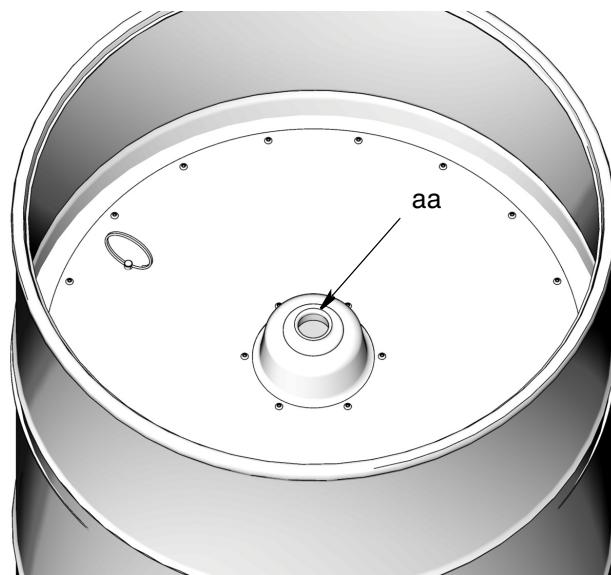

Рис. 26
6. Поместите упорную пластину (15) на поверхность свежей консистентной смазки (Рис. 26). Удалите воздух. Для этого нажимайте на упорную пластину до тех пор, пока поверхность консистентной смазки не окажется на одном уровне с отверстием посередине упорной пластины (аа).